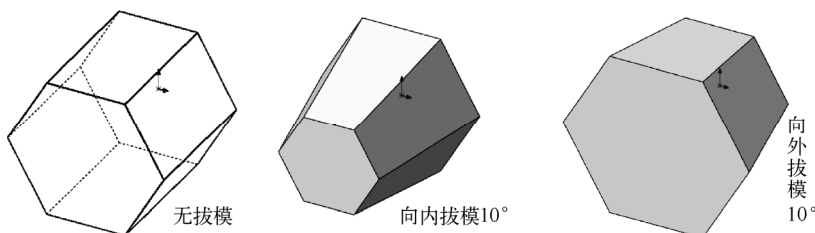

图 5-5 拔模说明
6) 如果要给特征添加一个拔模, 单击  (拔模开/关) 按钮, 然后输入一个拔模角度。拔模特征说明如图 5-5 所示。